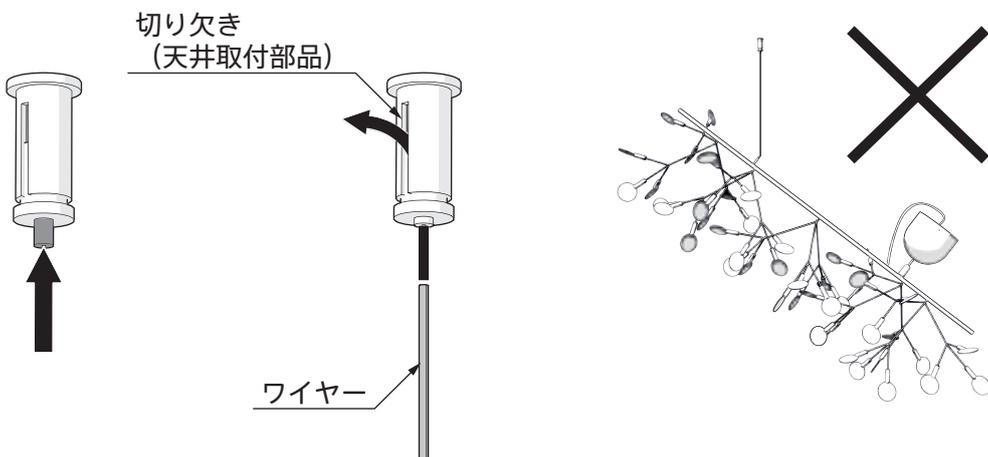

図 7
7. 付属のタッピンネジにて取付金具を天井に取付けます。(図7)